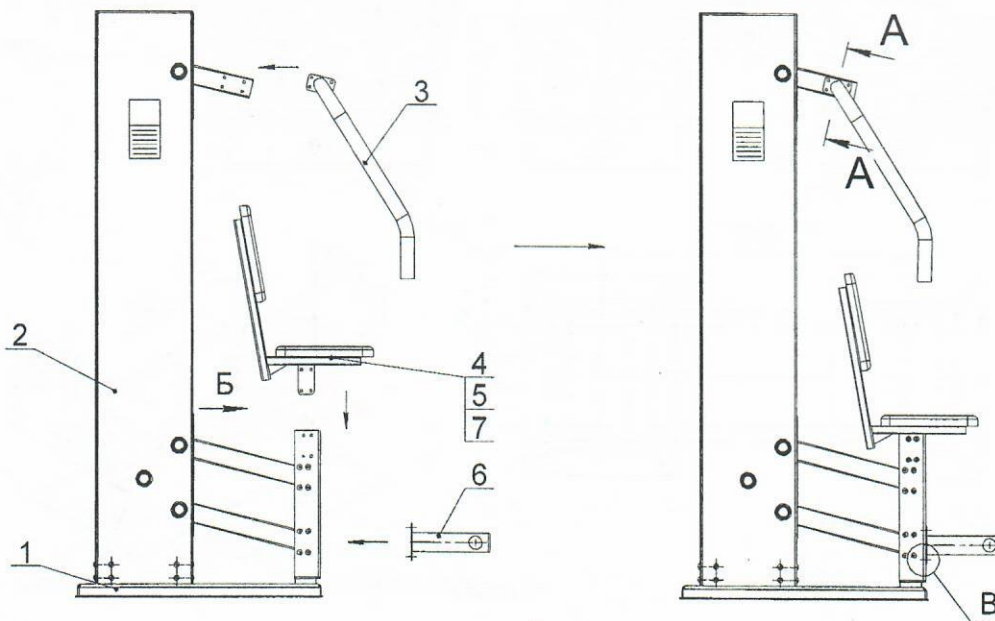

Рис.4
10.3.3 Произвести сборку тренажера (рис.4...7):